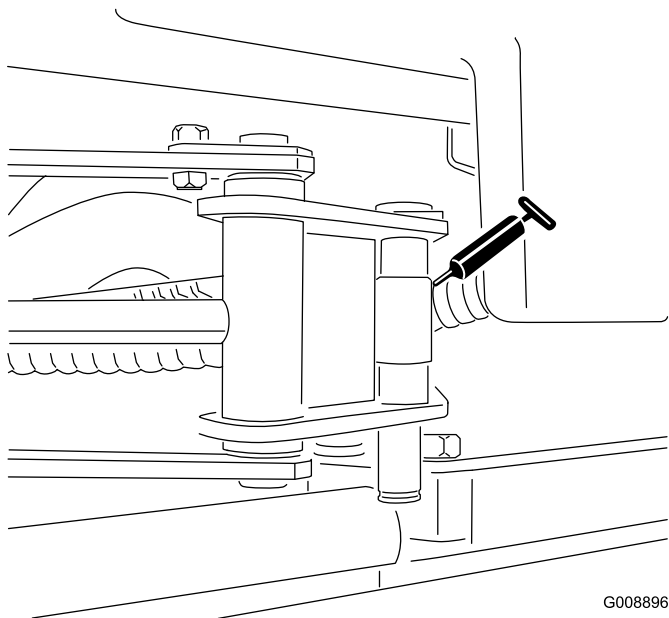

Figure 35
- Extrémités du vérin de SideWinder 2 (Figure 35)